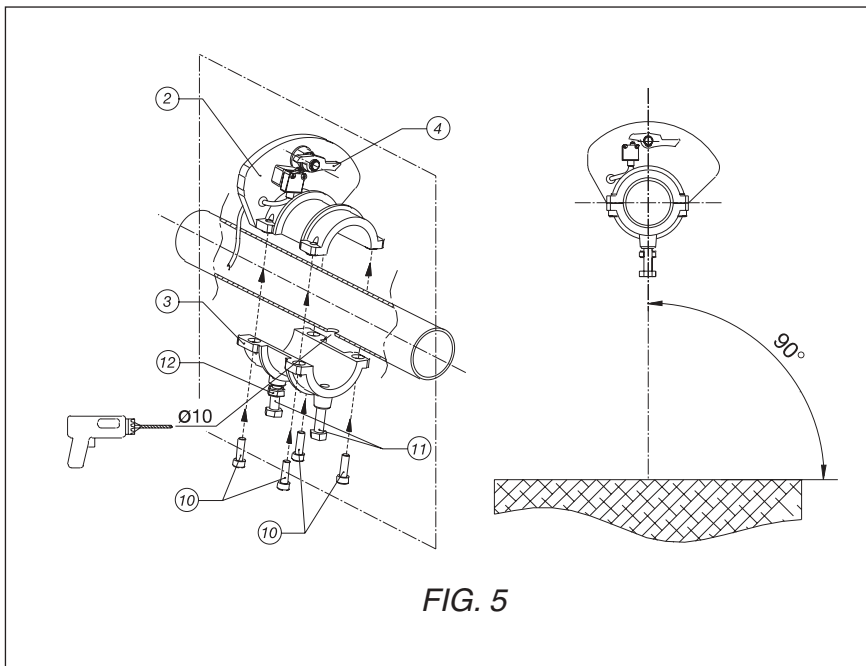

FIG. 5
- I** 5) Scegliere il punto sull'albero della serranda dove si desidera installare il Paracadute ed effettuare un foro Ø 10 mm in modo tale che nella successiva fase di montaggio del corpo centrale [corpo superiore (2) ed inferiore (3)] il perno del cicchetto d'aggancio (4) sia posizionato nel punto più alto e che il suo asse sia contenuto in un piano passante per l'asse dell'albero della serranda e perpendicolare al terreno (vedi fig. 5);
- 6) Accoppiare il corpo superiore (2) con quello inferiore (3) con le quattro viti a testa cilindrica M8 (10) tolte in precedenza;
- 7) Avvitare (con chiave da 17 mm) la vite a testa esagonale M10 (11) priva di controdado, e farlo penetrare all'interno dell'albero della serranda nel foro Ø 10 mm precedentemente eseguito;
- GB** 5) Fix position on roller shutter shaft where to install the safety brake and drill a Ø 10 mm hole in such a way that in the subsequent assembly step of the central body [upper body (2) and lower body (3)] the pawl pin (4) is in the highest position and that its axle is on a plane passing through the roller shutter shaft axle and perpendicular to the ground (see fig. 5);
Ø 10 mm de façon que à la phase suivante de montage du corps central [corps supérieur (2) et inférieur (3)] le pivot de l'encliquetage (4) soit positionné le plus haut possible et que son axe soit contenu dans un plan passant par l'axe de l'arbre du rideau et perpendiculaire au sol (voir fig. 5);
- 6) Enclencher le corps supérieur (2) et le corps inférieur (3) avec les quatre vis à tête cylindrique M8 (10) enlevées précédemment;
- 7) Visser (avec clef de 17 mm) la vis à tête hexagonale M10 (11) sans contre-écrou, et l'introduire à l'intérieur de l'arbre du rideau dans le trou de Ø 10 mm fait précédemment;
- 5) Elegir el punto sobre el árbol de el cierres metálicos dónde se desea instalar el paracaídas y hacer un agujero de Ø 10 mm de manera que en la siguiente fase del montaje del cuerpo central [cuerpo superior (2) e inferior (3)] el perno del sople de enganche (4) esté situado en el punto más alto y que su eje esté contenido ed un plano que pasa por los ejes del árbol de el cierres metálicos y perpendicular al terreno (ver fig. 5);
- 6) Juntar el cuerpo superior (2) con aquel inferior (3) después de quitar los cuatro tornillos con cabeza a cilindro M8 (10);
- 7) Atornillar (con llave de 17 mm) el tornillo con cabeza hexagonal M10 (11) sin tuerca, y hacerlo penetrar hasta el interno del árbol de el cierres metálicos en el agujero de Ø 10 mm anteriormente realizado;